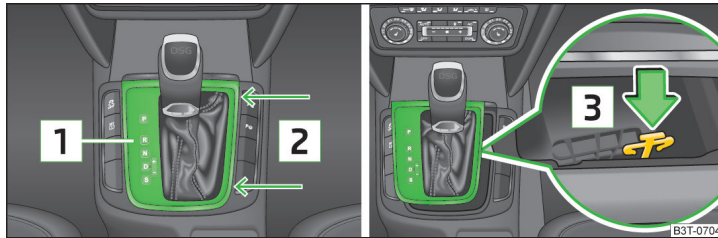

Abb. 195 Wählhebel-Notentriegelung
- › Die Abdeckung [1] im Bereich der Pfeile [2] » Abb. 195 fassen und vorsichtig nach oben ziehen.